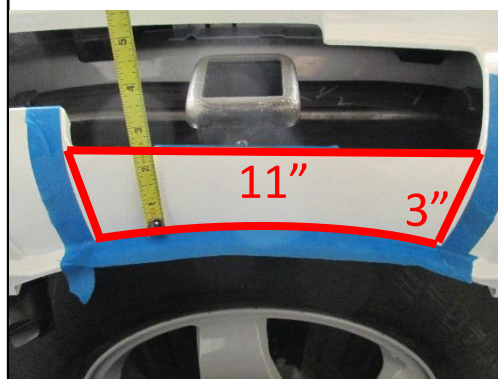

Figura 2
- Con un cubo de 8 mm, quitar (1) tornillo del lado posterior inferior del receptáculo de la rueda, ambos lados.
- Con un taladro y una broca de 3/16", quitar (2) remaches (para Durango) o (4) remaches para Grand Cherokee) por encima del tornillo previamente retirado a cada lado del vehículo.
- Halar la cubierta del receptáculo de la rueda ligeramente hacia afuera. Una vez se mueva, usar un cubo de 7 mm para quitar (1) tornillo ubicado debajo de la cubierta de cada lado del vehículo.
- Usar una broca Torx T30 para quitar los (2) tornillos ubicados cerca de las luces de freno, debajo de la quinta puerta.am
- (Durango únicamente) Retirar la fascia y el recortar de acuerdo con la figura 2. **Nota:** Asegurarse de mantener la parte inferior de la fascia conectada, solo recortar a lo largo de la línea roja.
2.) (Durango únicamente) Bajar el escape: Con los alicates de extracción del escape para separar los (2) colgantes del escape en cada lado del vehículo. **Nota:** asegurarse de que el sistema de escape esté apoyado antes de bajar el escape. **Nota:** el uso de lubricante en spray puede ser útil para remover los colgantes del escape.
4.) Quitar el travesaño del parachoques: Con un cubo de 21 mm, quitar (3) pernos (para Durango) o (4) pernos (para Grand Cherokee) del travesaño del parachoques, por lado. Devolver el travesaño del parachoques y pernos al propietario.
- a.) Con un cubo de 8 mm, quitar (1) tornillo del lado posterior inferior del receptáculo de la rueda, ambos lados.
- b.) Con un taladro y una broca de 3/16", quitar (2) remaches (para Durango) o (4) remaches para Grand Cherokee) por encima del tornillo previamente retirado a cada lado del vehículo.
- d.) Halar la cubierta del receptáculo de la rueda ligeramente hacia afuera. Una vez se mueva, usar un cubo de 7 mm para quitar (1) tornillo ubicado debajo de la cubierta de cada lado del vehículo.
- e.) Usar una broca Torx T30 para quitar los (2) tornillos ubicados cerca de las luces de freno, debajo de la quinta puerta.am
- f.) (Durango únicamente) Retirar la fascia y el recortar de acuerdo con la figura 2. **Nota:** Asegurarse de mantener la parte inferior de la fascia conectada, solo recortar a lo largo de la línea roja.